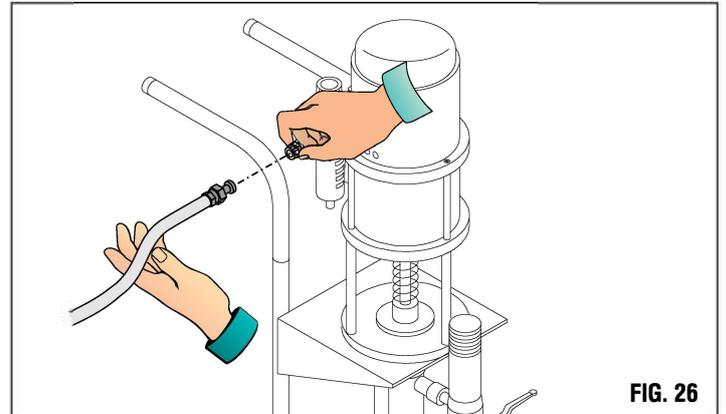

FIG. 26
**-Collegamento alla rete (Fig.26)**